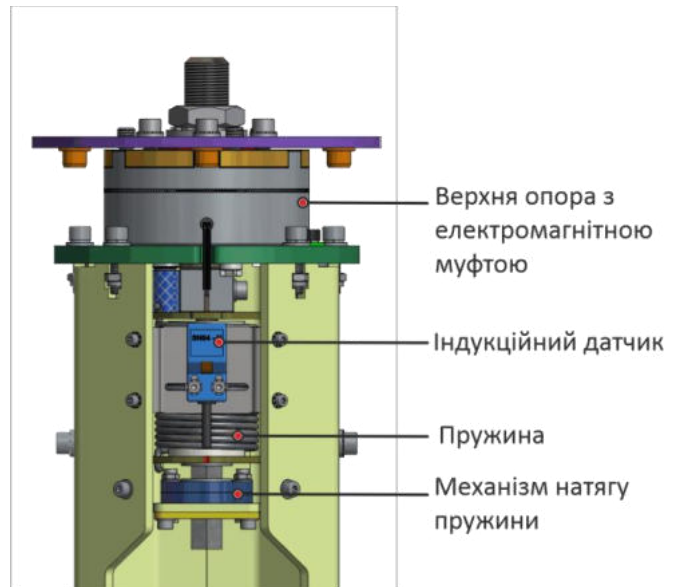

Рис.4 - Конструкція механізму повороту стулки в рамі турнікету-хвіртки Gate STE
1.4.1.3 У нижній частині рами турнікету (рис.3) розташована панель керування 6, у верхній частині розташований механізм повороту стулки 5 (рис.4), які забезпечують поворот стулки в одну або іншу сторону на кут 90° і автоматичний довід стулки вихідного положення за допомогою пружини після кожного проходу через турнікет.